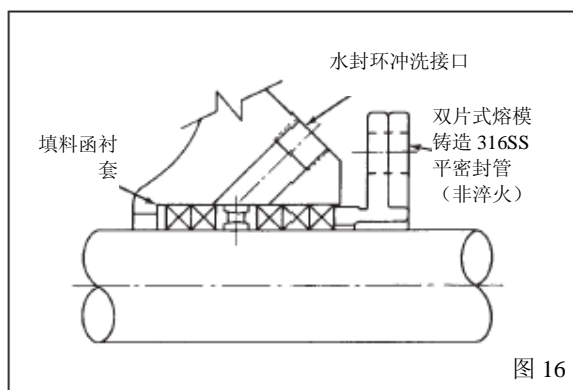

图 16
3. 填料函填料放在泵的配件盒中。填塞填料函时，密封环和水封环的安排顺序为：两个密封环，水封环，然后三个密封环，如图16所示。